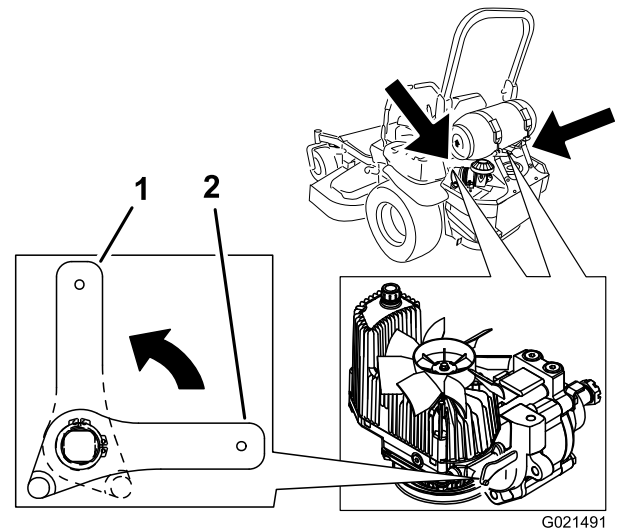

Figura 36
3. Gire las palancas de las válvulas de desvío a la posición vertical para empujar la máquina (Figura 36).
5. Gire las palancas de las válvulas de desvío a la posición horizontal para conducir la máquina (Figura 36).